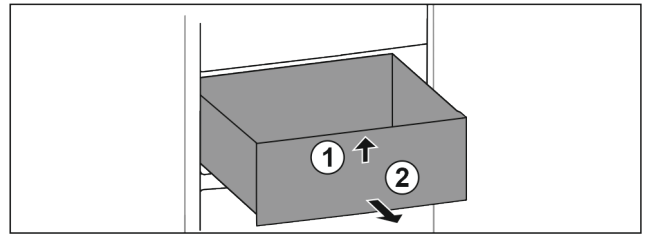

Fig. 48
► Schubfach vorne anheben. Fig. 48 (1)
► Schubfach nach vorne entnehmen. Fig. 48 (2)